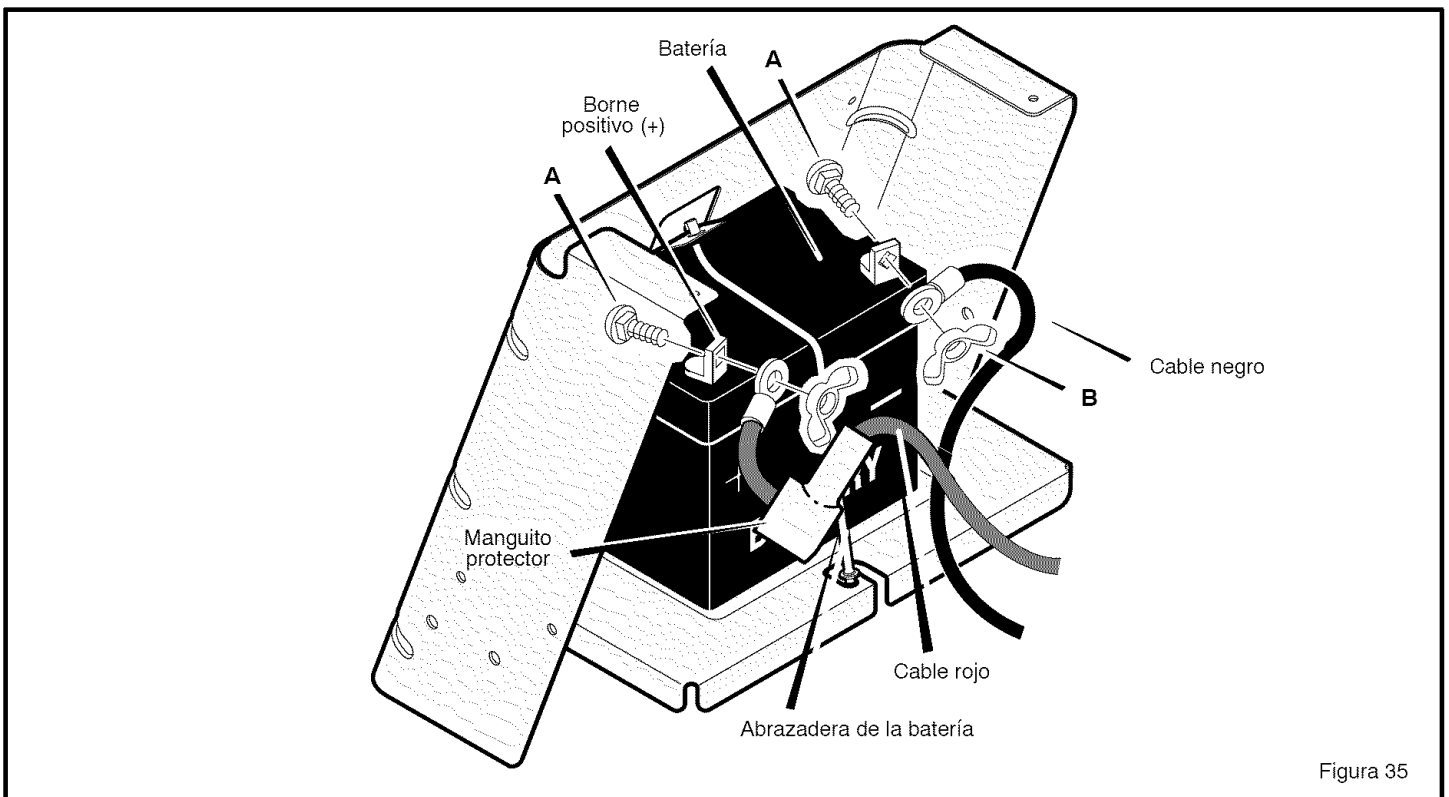

Figura 35
- Busque la **fecha de la batería** en la parte superior de la misma (Figura 35).
- Conecte el **cable rojo** al **borne positivo (+)** con los sujetadores como se indica (Figura 35).